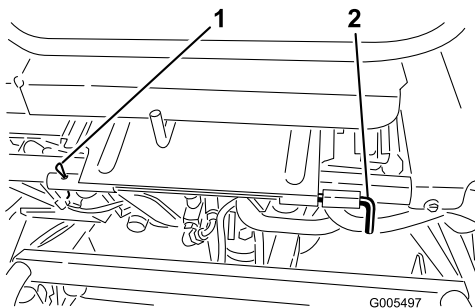

Figura 33
3. Abbassate il sedile e togliete la coppia che fissa l'asta orientabile del sedile al telaio (Figura 33).